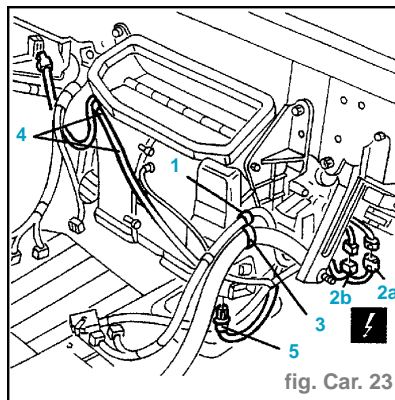

fig. Car. 23
- En opérant dans l'habitacle, ouvrir la bande de fixation câblage au conditionneur (1) (fig. Car. 23).